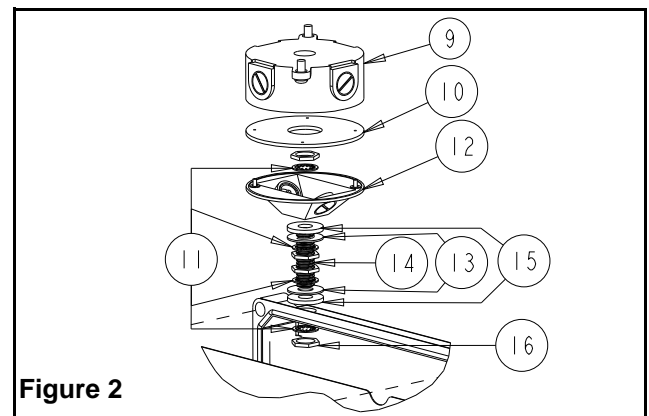

Figure 2
3. Install the canopy on the nipple(14) by inserting the nipple through the center hole of the canopy (see fig.2). Install one lockwasher(11) and nut(16) on the upper end of the nipple, (inside the canopy). Insert one foam gasket(15), washer(13) and lockwasher on to the nipple. Thread
- Installer le pavillon sur le raccord fileté(14) en insérant le raccord sur le trou au centre du pavillon (voir fig.2). Installer une rondelle de blocage(1) et un